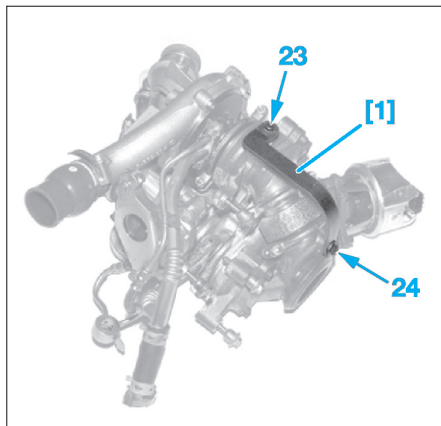
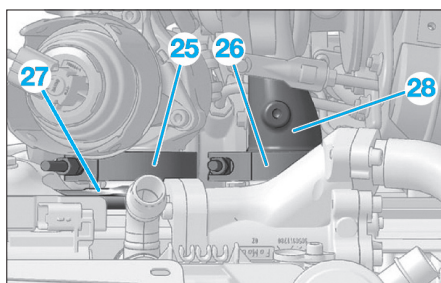

Fig. 53
Fig. 54
- [1]. Outil de maintien de l'assemblage des éléments du biturbocompresseur (ref. 0188-A.L) (Fig.53).
- Poser l'outil [1] sur le biturbocompresseur à l'aide de vis (23) et (24) (Fig.53).
**⚠** Avant toute intervention sur les fixations du biturbocompresseur, sur le collecteur d'échappement ou sur le support du biturbocompresseur, poser l'outil [1] en utilisant les 2 points de fixation des 2 vis (17). En effet, sans l'outil [1], il y a un risque de détérioration de la liaison souple entre les éléments du biturbocompresseur.
**⚠** La vis (23) doit avoir une longueur sous tête de 20 mm et la vis (24) de 16 mm.
- Desserrer les colliers (25) et (26) et repérer leurs sens de montage (Fig.54).
- le collier (25) en arrière de la collerette d'appui du collecteur d'échappement (27),